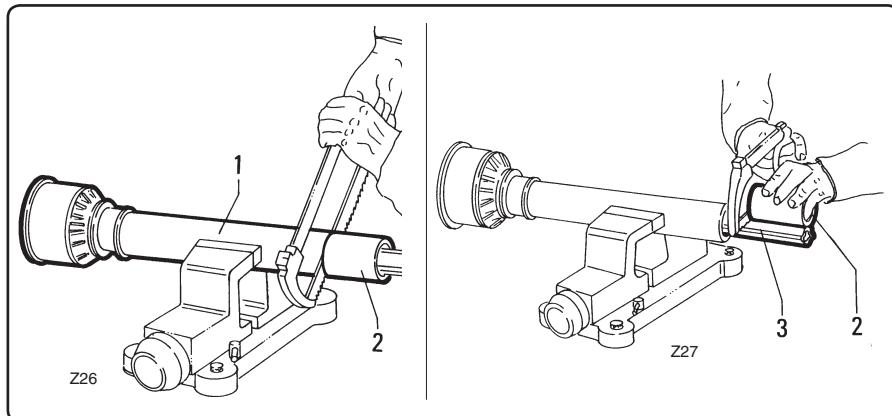

fig. 4.3.2
- Couper d'abord la protection "1" fig. 4.3.2 et utiliser le tronçon "2" comme référence pour la coupe de l'arbre cannelé.
- Zunächst den Schutz "1" Abb. 4.3.2 der Gelenkwelle durchzägen. Das abgesägte Stück "2" als Bezug für das Absägen der Keilwelle verwenden.